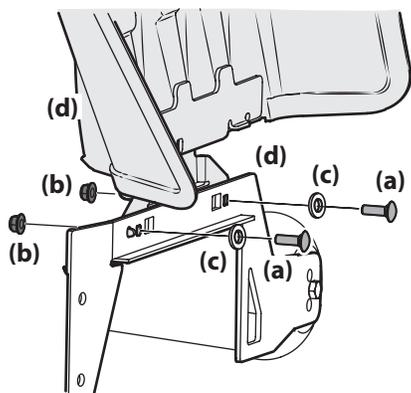

Figura 2-5
- Retire los tornillos del carro (a), las tuercas de bloqueo de la brida (b) y las arandelas planas (c) instaladas en el soporte de montaje (d) en la cubierta. Consulte Figura 2-5.
- Con los elementos de ferretería que extrajo anteriormente, instale el deflector del canal en la plataforma, como se indica en la Figura 2-5.